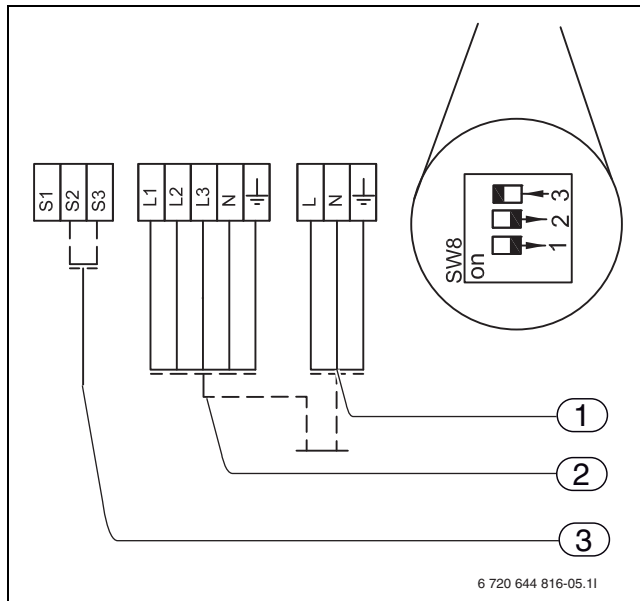

Рис. 33 Обозначения подключений теплового насоса
ОСТОРОЖНО: На SW8 электронной платы наружного блока должно быть установлено следующее: 3 = ON (ВКЛ), 2 = OFF (ВЫКЛ), 1 = OFF (ВЫКЛ) (→ рис. 33)
- ▶ Подключите провод в соответствии с рис. 33, подтяните все крепления провода.
SW8-3 должен быть установлен в соответствии с рис. 33.